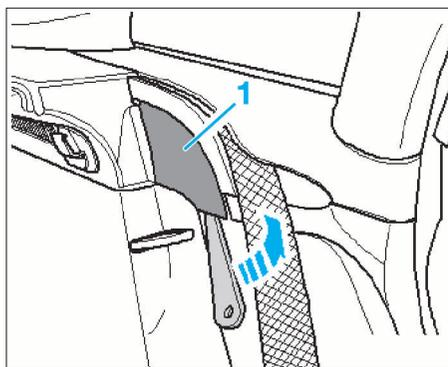

FIG. 17
- Dégrafer le cache (1) (Fig.17).